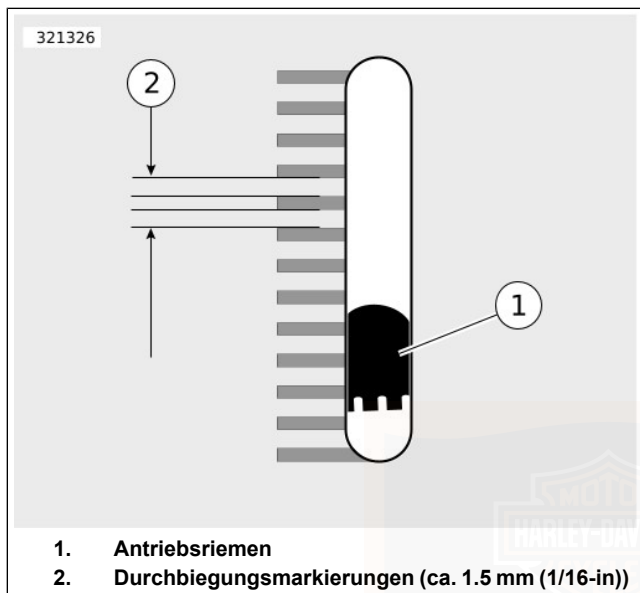

Abbildung 108. Sichtfenster der Riemendurchbiegung
- a. **Modelle mit Riemendurchbiegungs-Sichtfenster:** Siehe Abbildung 108. Die Riemendurchbiegung durch das Riemendurchbiegungs-Sichtfenster messen und dabei das Prüfgerät ruhig halten. Jede Durchbiegungseinteilung entspricht ungefähr 1,6 mm (1/16 in) .